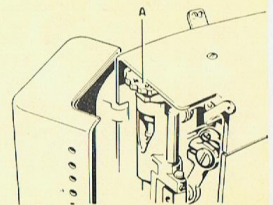

Abb. 11
- der darunter befindliche Knopf « A » (Abb. 11) gedreht: Die in Richtung auf die Stirnplatte zu sichtbar werdende Zahl gibt den Wert des Nähfußdruckes an.